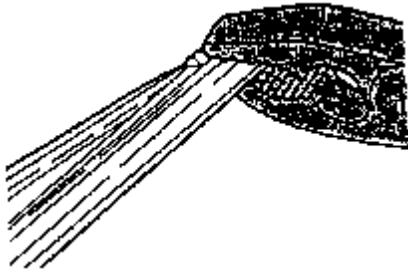

图 11-43 拔出橡胶
- ④拧紧六角螺母 M8，并且重新把拉杆旋压到曲柄上。拧紧力矩为 $20\text{N} \cdot \text{m}$ 。
- ⑤调整刮水器终端偏差，使刮水器橡胶离风窗底边 20mm 远。
- ⑥清除风窗刮水器搓擦。
①在刮水器橡胶的封闭的一侧上，使用组合钳（扁口钳）压紧两个基本点钢轨，从上面的夹板旁边取出，并且与导轨一起从刮水器板的其余的夹板完全拔出橡胶。如图 11-43 所示